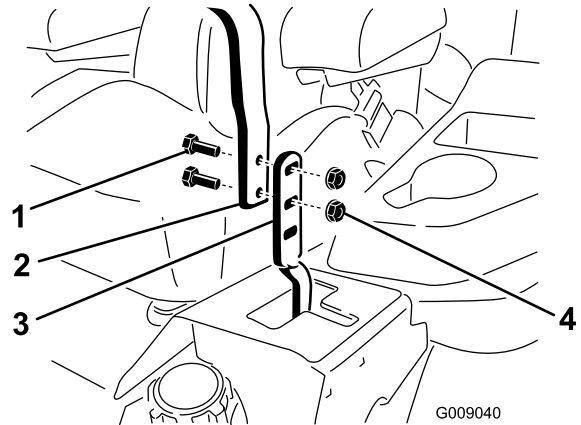

Figure 77
3. Desserrez les boulons et les écrous à embase situés dans les leviers (Figure 77).